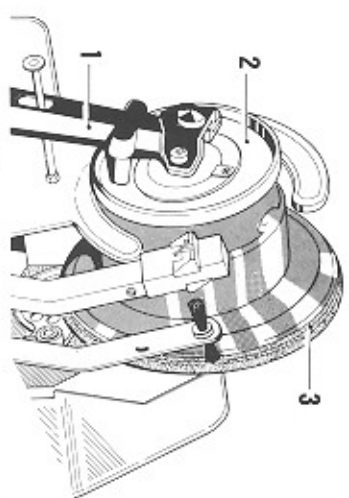

FIG. 9
1. Der Plattenspannhebel (FIG. 9/1) öffnet.
1. The record clamp arm opens (FIG. 9/1).
1. Le levier de serrage du disque s'ouvre (FIG. 9/1).
5. Wenn der Plattenzuringer seine höchste Stellung erreicht hat, bewegt der Plattensperrihebel den Spannkonus (FIG. 9/2) gegen die Platte und drückt diese gegen den Plattenteller (FIG. 9/3).
5. If the record transfer arm has reached its top position the record clamp arm with clamping cone (FIG. 9/2) presses the record to the turntable (FIG. 9/3).
5. Lorsque le transporteur-disque a atteint sa position la plus haute, le levier de serrage de disque transporte le cône de serrage (FIG. 9/2) vers le disque et presse ce dernier contre le tourne-disque (FIG. 9/3).